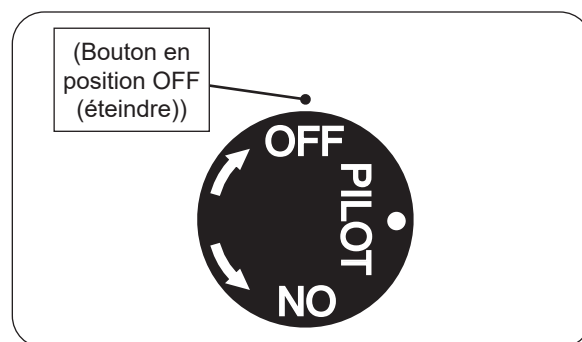

Fig. 53-2 Arrêt du pilote
2. Localisez la vanne sur le côté de l'unité. Pousser le gaz bouton de commande légèrement et tourner dans le sens des aiguilles d'une montre ↻ sur **OFF** (éteindre) (voir Fig. 53-2).
Appuyez légèrement sur le bouton de contrôle et tournez-le dans le sens des aiguilles d'une montre ↻ pour **OFF** (éteindre). Ne force pas. Voir Fig. 53-2.